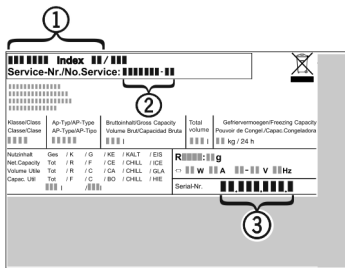

Fig. 11
- A készülék megnevezését *Fig. 11 (1)*, a szerviz- *Fig. 11 (2)* és sorozatszámot *Fig. 11 (3)* a típus-tábláról olvassa le. A típustábla a készülék belsejében baloldalon található.
- ▶ Értessítse a vevőszolgálatot a hibáról, és adja meg neki a készülék megnevezését *Fig. 11 (1)*, a szerviz- *Fig. 11 (2)* és a sorozatszámot *Fig. 11 (3)*.